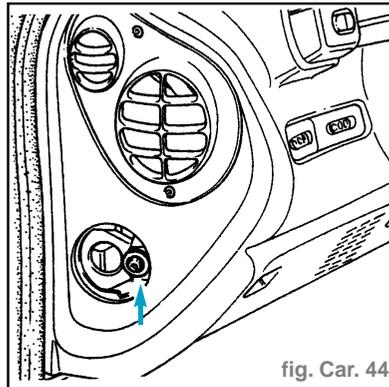

fig. Car. 44
- Déposer les vis de fixations latérales de la planche de bord (fig. Car. 44).